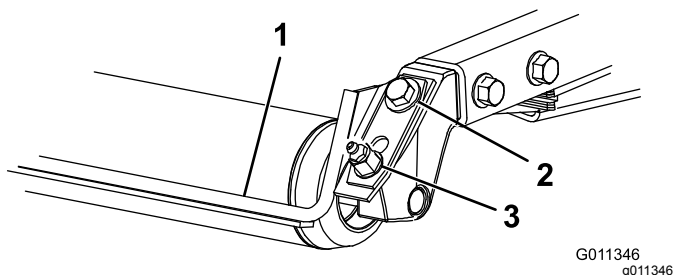

Figura 10
1. Allentate il raccordo d'ingrassaggio e la vite di montaggio (Figura 10).